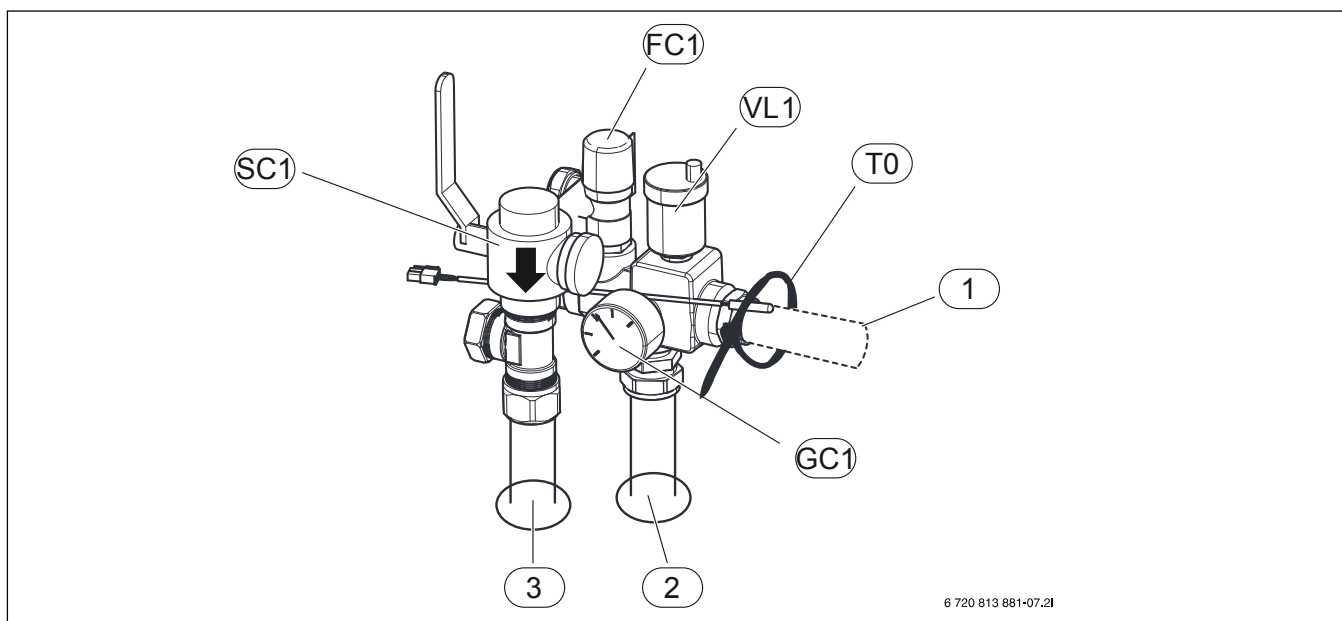

Bild 9 Monterad säkerhetsgrupp, utan bypass
- Montera först partikelfiltret ([SC1], bild 9) på T-stycket.
- Montera framledningsgivaren ([T0], fig. 9) och fäst den med buntband.